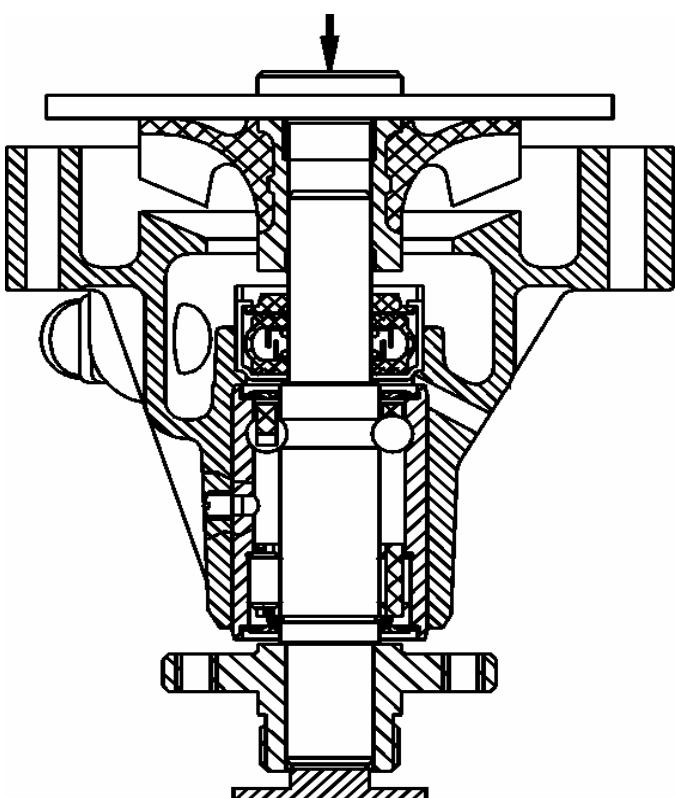

Рис. 4.24. Запрессовка крыльчатки на вал подшипника
- напрессовать крыльчатку на валик подшипника заподлицо с корпусом насоса (рис. 4.24). Выступать из-за плоскости корпуса крыльчатка должна не более чем на 0,2 мм. Предварительно смажьте торец крыльчатки, соприкасающийся с сальником, графитовой смазкой;